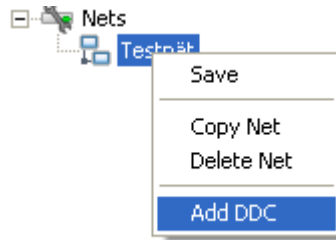

Bild 17 - Lägg till en DUC direkt i trädstrukturen.
- 1) Markera aktuellt nät i trädstrukturen och högerklicka på det, välj alternativet "Add DDC" för att lägga till ett en DUC (se Bild 17).